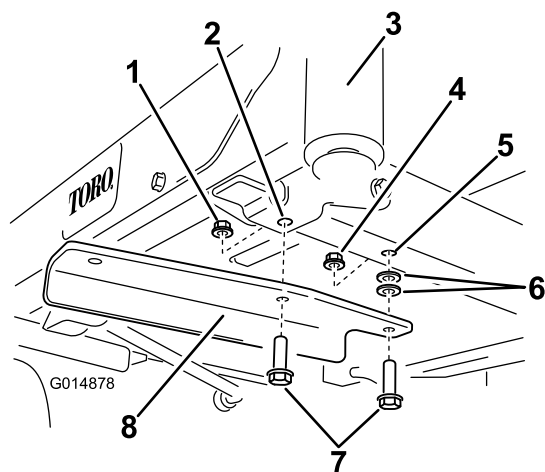

Figura 5
4. Instale el soporte izquierdo en la parte inferior del bastidor usando 2 pernos ($\frac{3}{8}$ " \times 1 $\frac{1}{4}$ "), 2 arandelas y 2 contratuercas ($\frac{3}{8}$ ") (Figura 5).